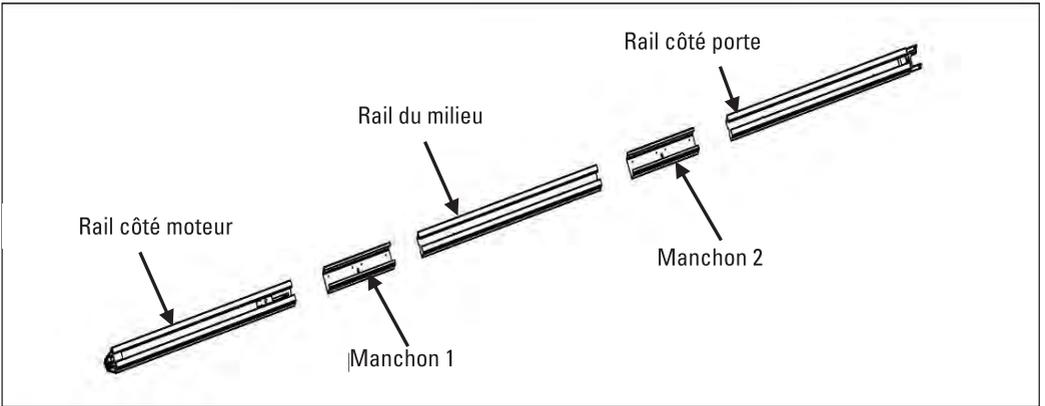

Fig.8
2. Comme dans la Fig.8, glisser le 2e manchon à l'autre extrémité du rail du milieu, et glisser le rail dans le 2e manchon ;